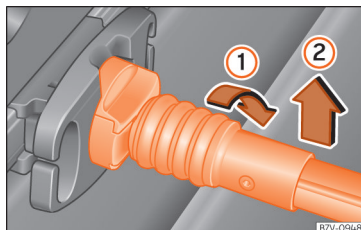

Abb. 148 Kuvertnetz aushängen.
- Haltestange um 90° nach rechts drehen »» **Abb. 148 ①**, bis die rote Markierung an der Haltestange zu sehen ist. Haltestange nach oben herausnehmen **②**.